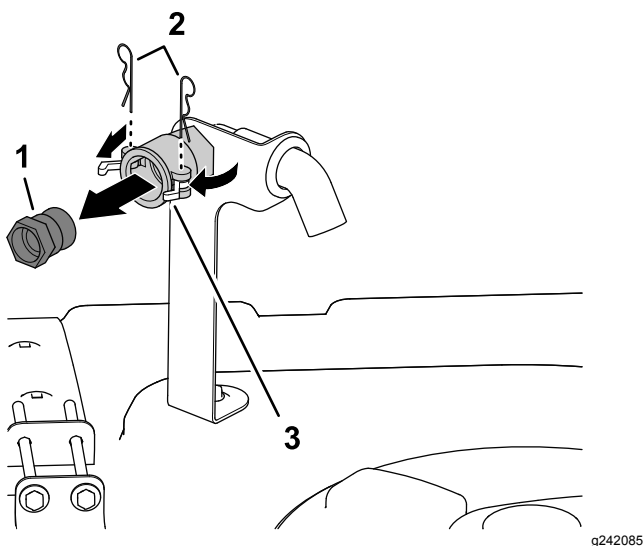

Figura 3
1. Sulla parte anteriore destra del coperchio del serbatoio, rimuovete le 2 coppie che fissano i fermi del disaccoppiamento rapido per il connettore di riempimento di non ritorno (Figura 3).
2. Ruotate i fermi per aprirli e sbloccare il raccordo a disaccoppiamento rapido dal disaccoppiamento rapido (Figura 3).
3. Rimuovete il raccordo a disaccoppiamento rapido dal disaccoppiamento rapido (Figura 3).
4. Chiudete i fermi e montate le forcelle nelle flange del disaccoppiamento rapido (Figura 3).